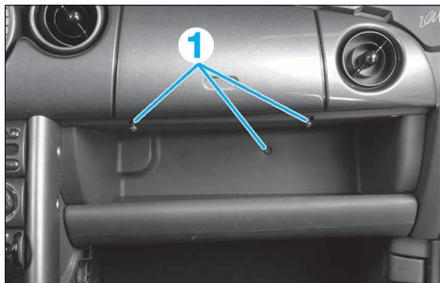

FIG. 15
- les deux vis (2) de part et d'autre afin de décliper et d'extraire la garniture supérieure.
- les 3 vis de fixation (1) (Fig.15) du vide-poches passager. Décliper puis déposer le vide-poches passager